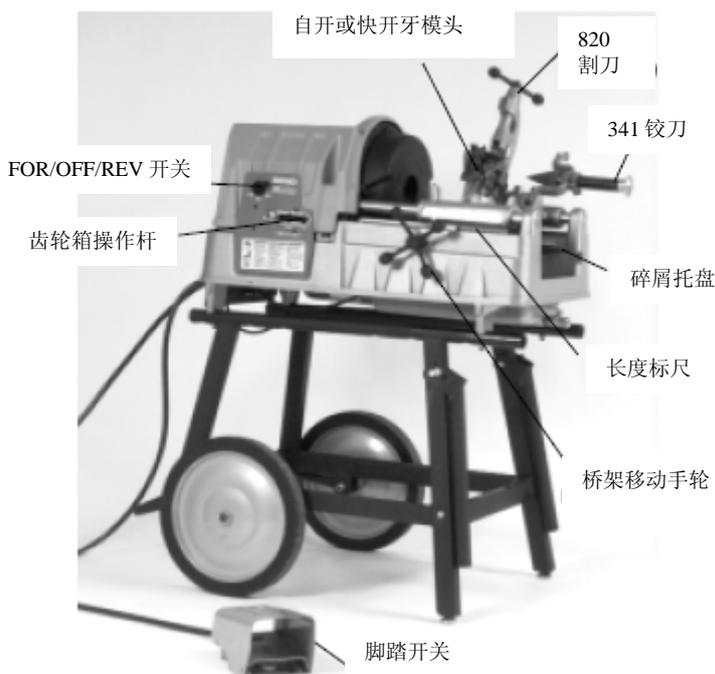

图5 — 535A型自动套丝机
1. 确认机器插头已拔出插座，并且开关置于关闭状态（见图5）。
4. 检查脚踏开关已连接（见图5）。